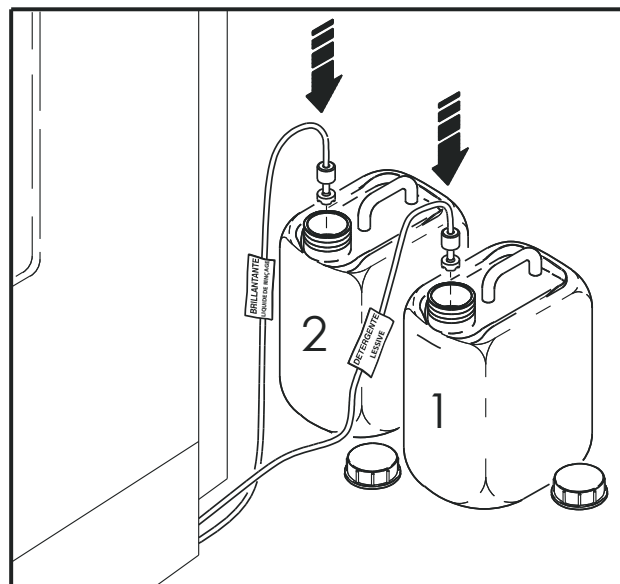

Fig. 22
- Contrôler le niveau de liquide de rinçage et de lessive dans le réservoir externe, et le remplacer le cas échéant (fig.22).